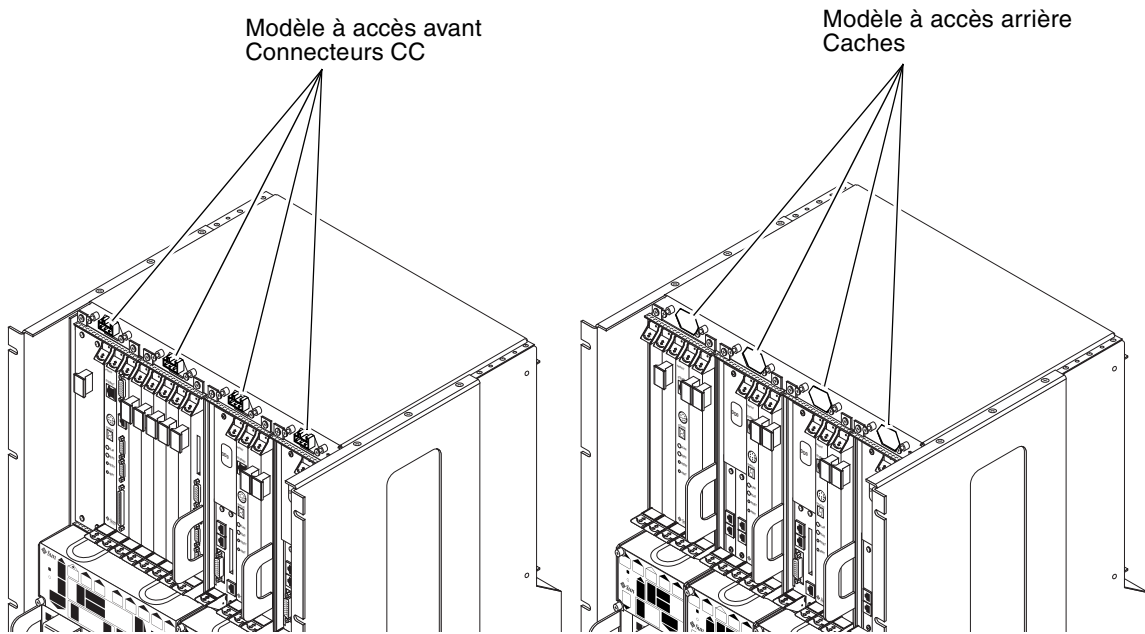

FIGURE 1-18 Modèles à accès avant et arrière
- Si vous voyez des connecteurs CC sur la face avant du châssis, votre modèle est à accès *avant* (FIGURE 1-18).
- Si vous ne voyez pas de connecteurs CC sur la face avant du châssis et que des caches métalliques recouvrent les logements dans lesquels ils devraient résider, vous disposez d'un modèle à accès *arrière* (FIGURE 1-18). Les connecteurs CC sont situés à l'arrière du châssis sur un modèle à accès arrière.